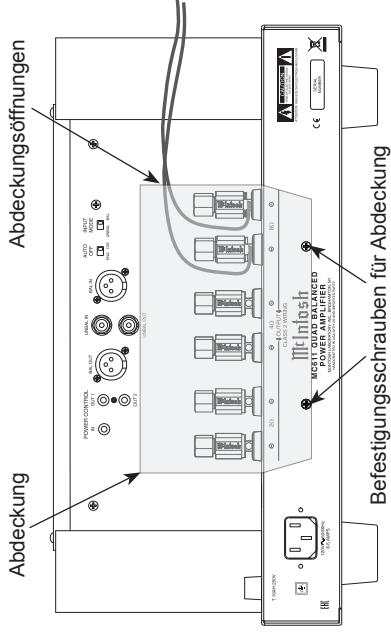

Abbildung 5
- Nehmen Sie die Anschlussklemmen-Abdeckung aus dem Lieferkarton des MC611 heraus. Fädeln Sie die gerade vorbereiteten Lautsprecherkabel durch die Öffnung auf der rechten Seite der Abdeckung. Siehe Abbildung 5.
Die Darstellung in Abbildung 5 verkörpert den Anschluss an einen 8- Ω -Lautsprecher.
- Bringen Sie die Anschlussklemmen-Abdeckung wieder an der Rückwand des MC611 an, indem Sie dazu die vier Befestigungsschrauben verwenden. Siehe Abbildung 5.